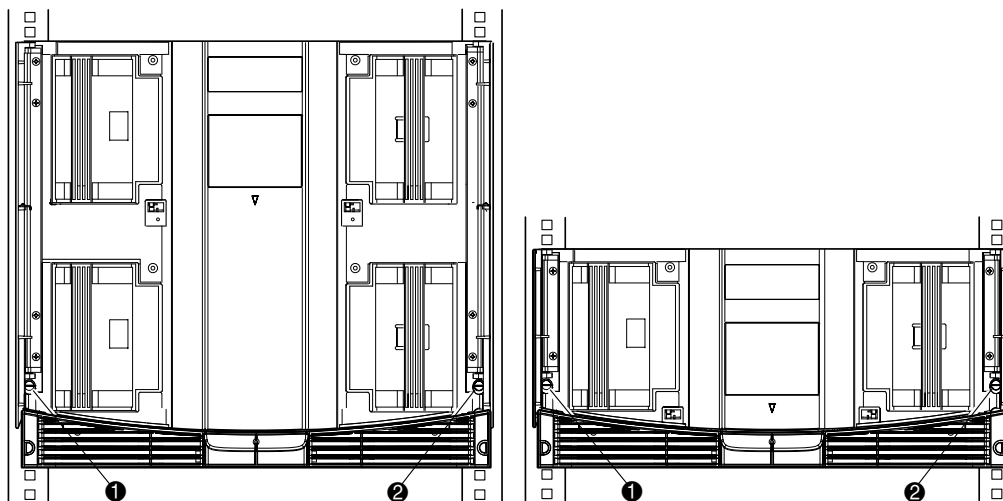

図2-6: ライブラリの固定
11. ドアを開けたままの状態、2本の固定ネジを使用してフロント パネルをラック エンクロージャに固定します (図2-6を参照)。その後、ドアを閉じます。